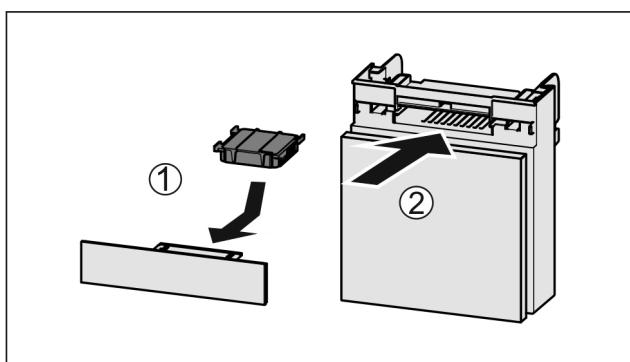

Fig. 45
- Filtr s aktivním uhlím vložte podle vyobrazení Fig. 45 (1).
- Zásuvku zasuňte Fig. 45 (2).